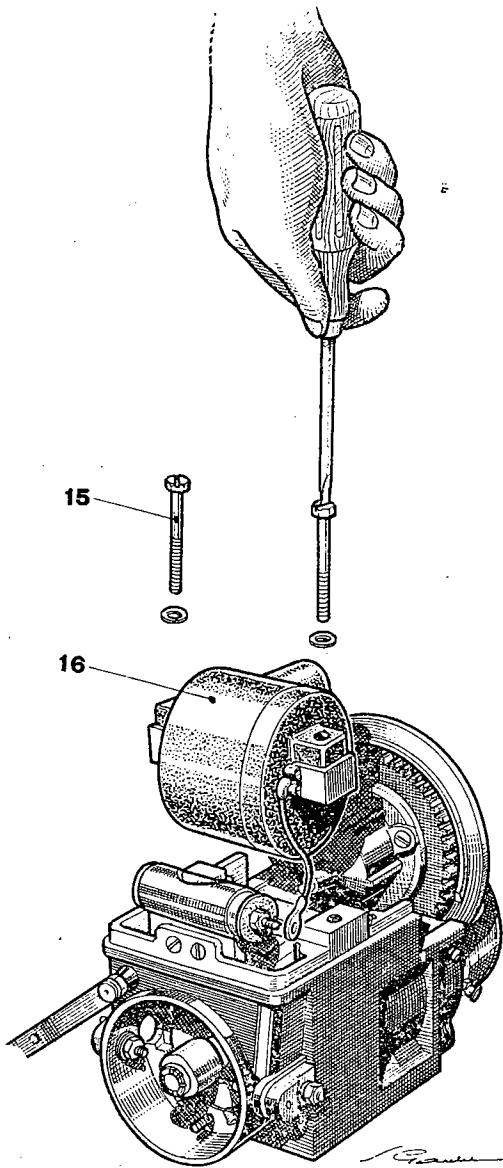

FIG. 35 — DÉMONTAGE DE LA BOBINE
d) **Démontage de la bobine** (fig. 35) :
- Enlever les deux vis de fixation de la bobine (15) . . . . .
- Dégager la bobine (16).